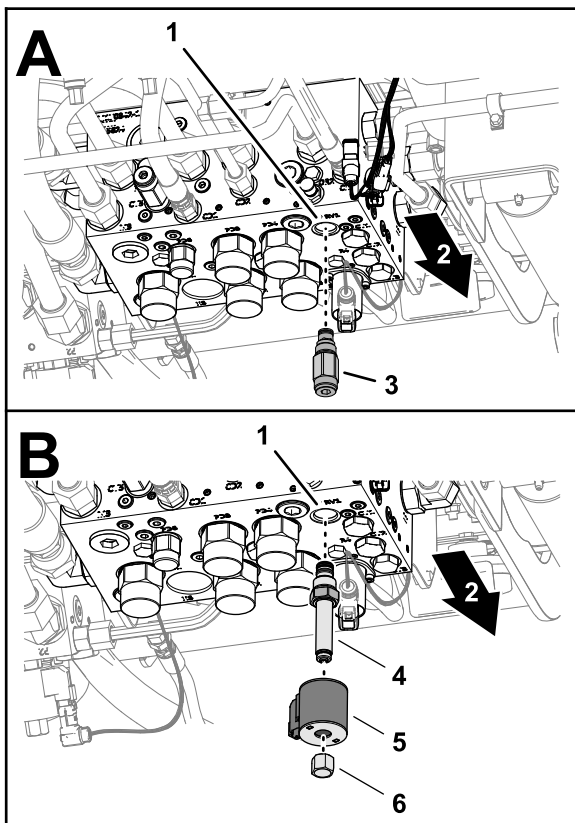

Figura 15
1. Retire el cartucho de la válvula de alivio del orificio RV1 del distribuidor de tracción (Figura 15).
2. Instale la válvula de control de tracción en el orificio RV1 del distribuidor de tracción (Figura 15).
3. Monte la bobina en la válvula de control de tracción y sujete la bobina con la tuerca (Figura 15).